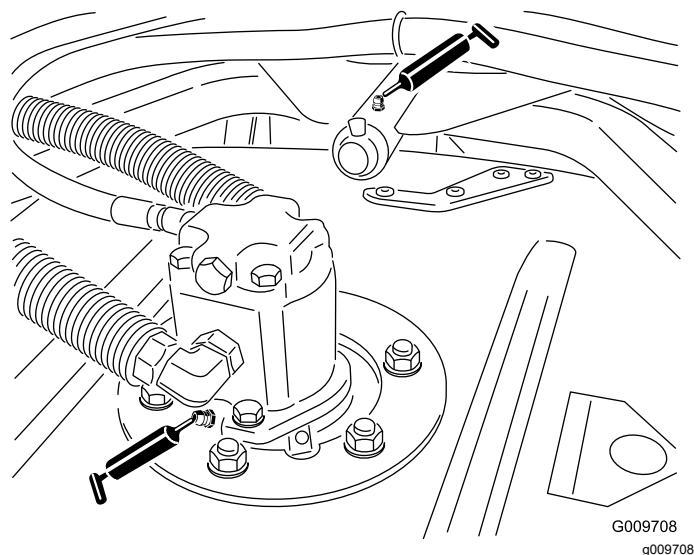

Figure 54
- Roulements d'axes de pivot d'unité de coupe (2 par unité de coupe), comme montré à la Figure 54.
- Roulements de bras de bâti porteur d'unité de coupe (1 par unité de coupe), comme montré à la Figure 54.